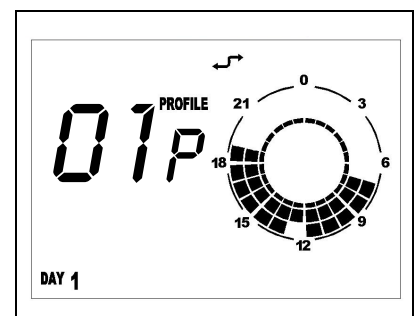

Figura 11
- Sul display in alto a destra comparirà la scritta *PROFILE* e il numero del profilo selezionato lampeggiante (Figura 11).